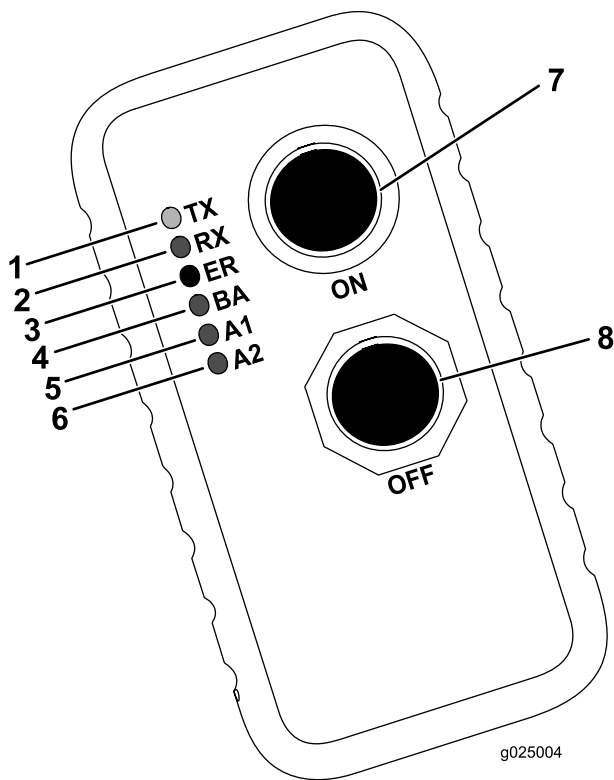

Bild 61
Die folgende Tabelle enthält die verschiedenen Zustände der Kontrollleuchten auf dem tragbaren Sender (Bild 61) und ihre jeweilige Bedeutung:
4. Halten Sie die Ein- und Aus-Tasten gleichzeitig gedrückt (Bild 61).
5. Halten Sie die Ein- und Aus-Tasten weiter gedrückt, bis die grüne Sendeleuchte (TX) anfängt zu blinken (Bild 61).
6. Schalten Sie die Maschine ein und halten Sie dabei weiter die Ein- und Aus-Tasten gedrückt (Bild 61).
7. Lassen Sie die Ein- und Aus-Tasten los (Bild 61).